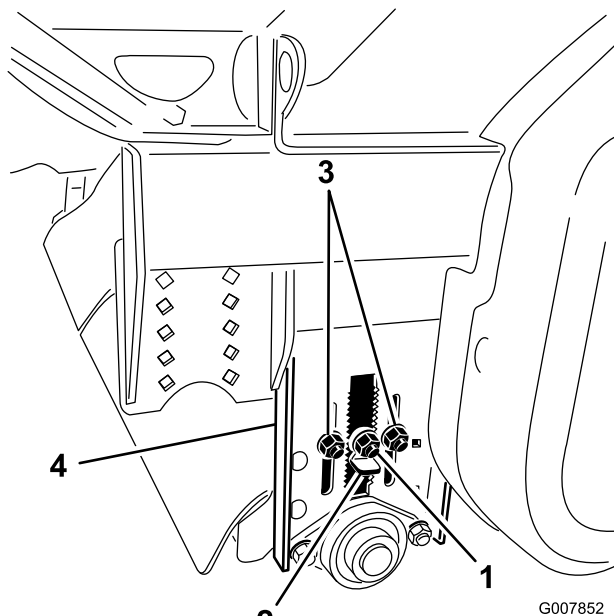

Figura 30
1. Antes de nivelar o processador core, certifique-se de que a altura da escova de recolha e rolo traseiro está correctamente ajustada à altura de corte (Figura 30). Se o processador core estiver equipado com uma nova escova, a tabela de ajuste do rolo traseiro pode ser consultada para ajustar o rolo traseiro na altura correcta de corte de relva.